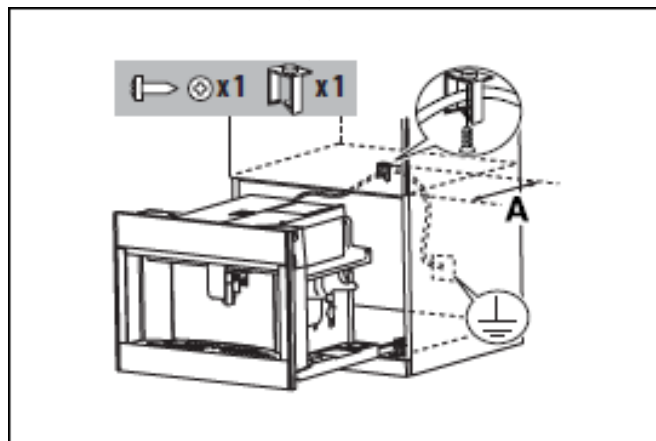

Рис. 6
- Закрепите кабель питания зажимом (рис. 6). Кабель питания должен быть достаточно длинным, чтобы прибор можно было выдвинуть из шкафа для заполнения контейнера для кофейных зерен.